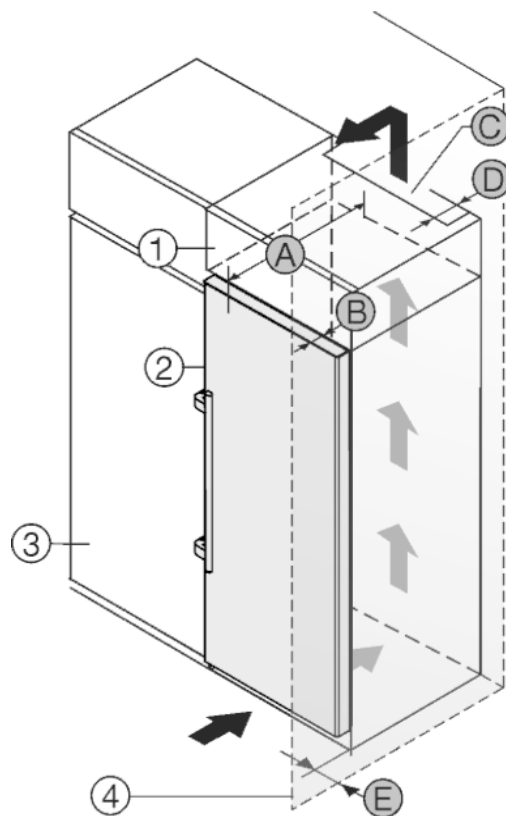

Fig. 28
L'appareil peut être réagencé avec des buffets de cuisine. Pour adapter l'appareil Fig. 28 (2) à la hauteur du coin cuisine, une rehausse Fig. 28 (1) peut être posée sur l'appareil.
L'appareil peut être installé directement à côté du buffet de cuisine Fig. 28 (3). Pour pouvoir ouvrir complètement les portes, l'appareil doit déborder de la profondeur Fig. 28 (B) par rapport à la façade du buffet. L'appareil peut déborder encore plus en fonction de la profondeur des buffets et de l'utilisation de cales d'épaisseur.
- Une sortie d'air avec la profondeur *Fig. 28 (D)* doit être présente au dos de la rehausse sur toute sa largeur.
- La section de ventilation *Fig. 28 (C)* sous plafond doit être respectée.
Si l'appareil avec les charnières est installé près d'une paroi *Fig. 28 (4)*, la distance *Fig. 28 (E)* entre l'appareil et la paroi doit être respectée. Ceci correspond à la saillie de la poignée avec la porte ouverte.